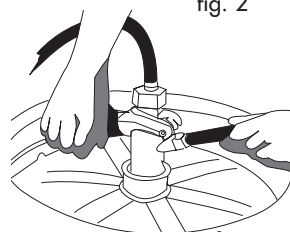

fig. 3
3. Il est très important que la rondelle noire en caoutchouc soit installée à l'intérieur de l'écrou à oreilles avant de raccorder la conduite de bière au manchon de raccordement. Retirez la capuchon de protection noir en caoutchouc situé sur le dessus du manchon de raccordement et vissez l'écrou à oreilles avec la rondelle en caoutchouc sur le manchon de raccordement. Serrez fermement à la main. (voir figure 3)